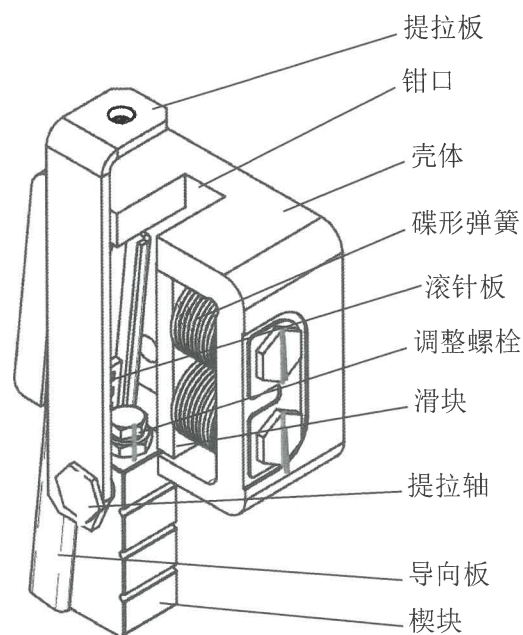

图 1
1.1. 结构示意图供参考(图 1)
2.1.2. 安全钳封记应完好(图 1)。
3.3.2.运动部件(楔块、滚针板、滑块)加润滑油，油品同 1.2.3(图 1)。